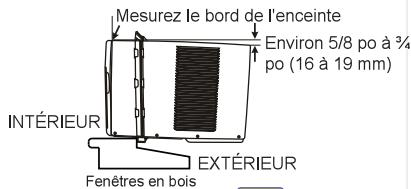

Fig.5
A. Tenez le climatiseur fermement, posez l'appareil soigneusement dans l'ouverture de la fenêtre afin que le bas du climatiseur repose sur le seuil de la fenêtre. (fig. 5). Fermez soigneusement la fenêtre derrière le rail supérieur de l'appareil.